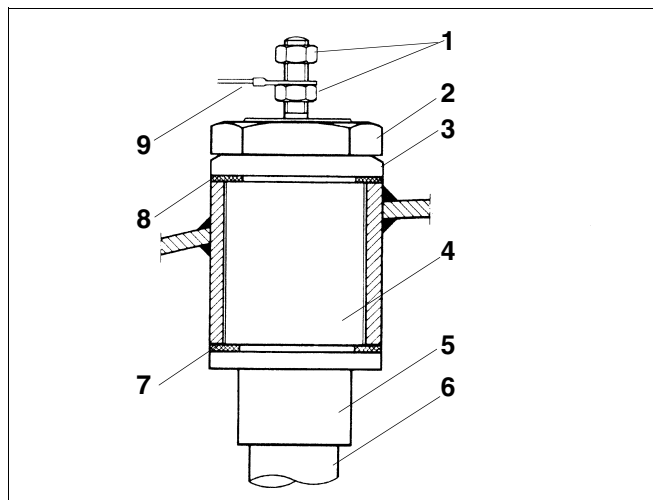

Рис. 5 Наружная резьба R1¼ с контргайкой
Применяется на TBS-Isocal SN... и LN... (рис. 5 и рис. 6).
- Снять переднюю стенку у бака-водонагревателя (LN) или верхнюю крышку у бака-водонагревателя (SN).
- Отсоединить кабель заземления на магниевом аноде (рис. 5, поз. 9).
- Удерживая магниевый анод через люк, открутить контргайку (рис. 5, поз. 2 и рис. 6, поз. 1).
Экспликация к рис. 5: наружная резьба R1¼ с контргайкой